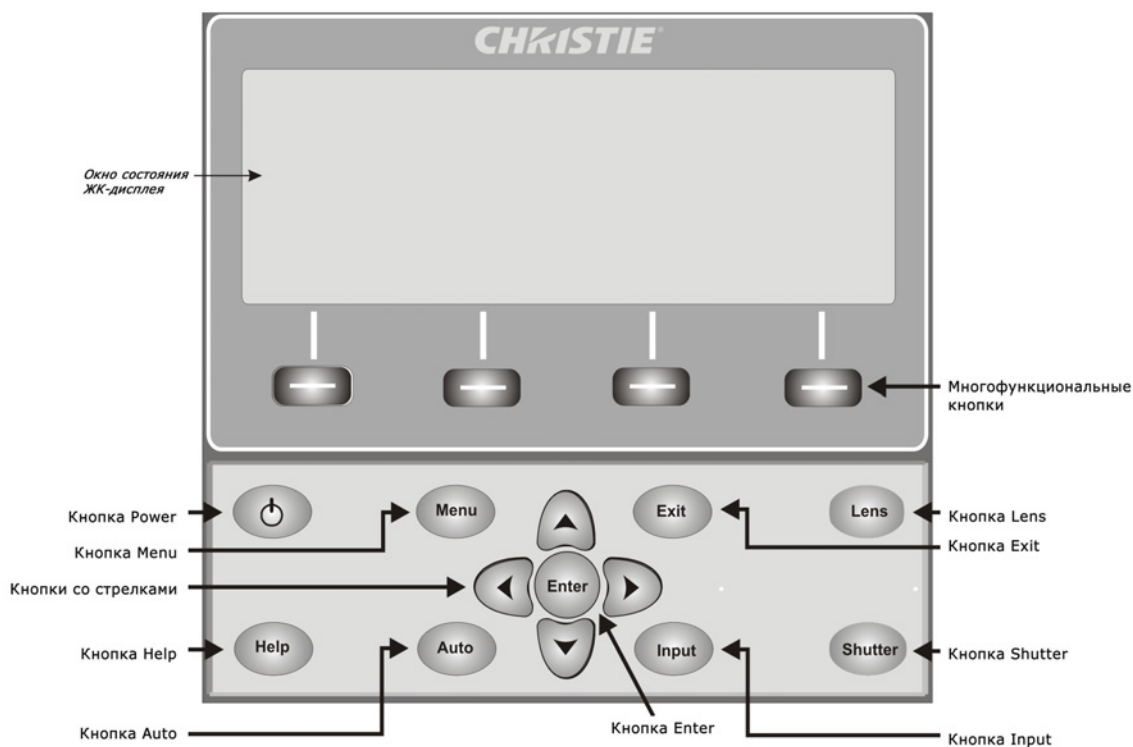

Рис. 3-2 ПАНЕЛЬ УПРАВЛЕНИЯ
- **Панель управления.** Расположена на боковой части корпуса проектора, см. **Рис. 3-2**.